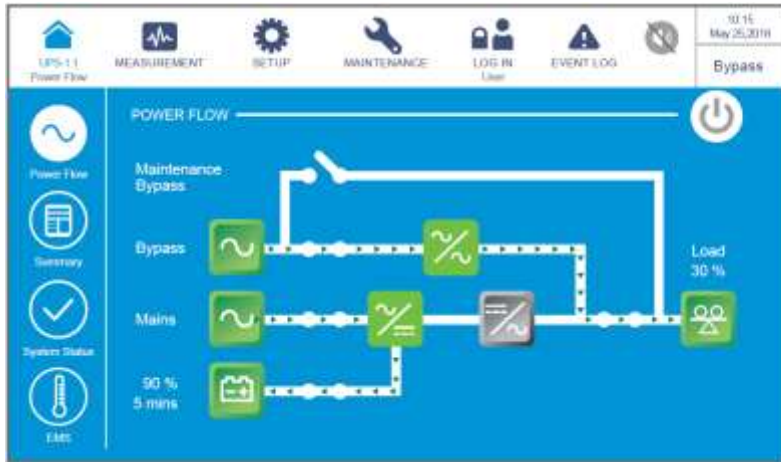

Рисунок 6-64: Экран байпасного режима
- 3) После выбора **YES (ДА)** ИБП отключит выходы силовых модулей и будет осуществлять подачу питания с байпасного источника переменного тока. Если байпасный источник переменного тока работает ненормально, то существует риск прерывания подачи питания, и подключенные важные нагрузки не будут защищены. В этот момент каждый силовой модуль продолжает заряжать батареи, трехцветный светодиодный индикатор загорается желтым цветом и появляется следующий экран (**Рисунок 6-64**). Расположение трехцветного светодиодного индикатора см. на **Рисунке 2-11**.